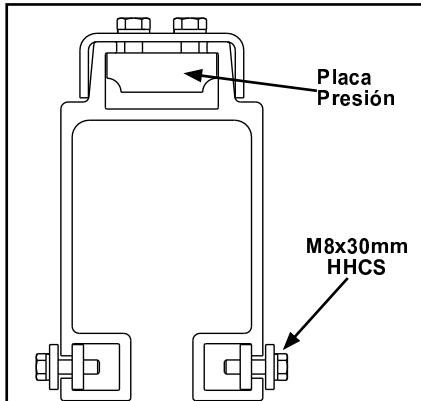

Figura 3-73
- Paso 1. Remueva tornillos pasados. Deslice soporte de montaje de riel sobre canal de soportes y placa de presión dentro de canal de soportes arriba del riel. Posicione en base a Diseño. Ver Figura 3-73.